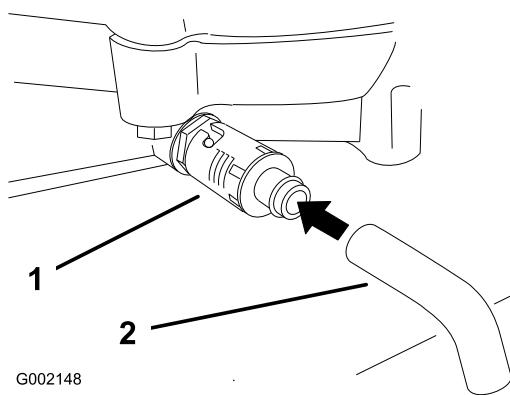

图20
4. 在放油孔下放置一个盘子。旋转机油排放阀、让机油排出（图20）。